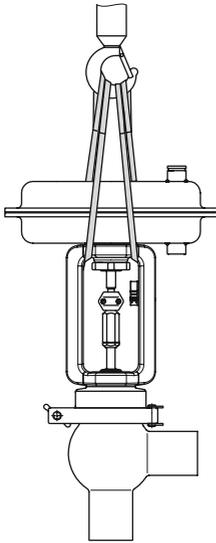
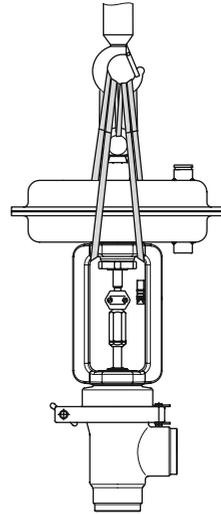
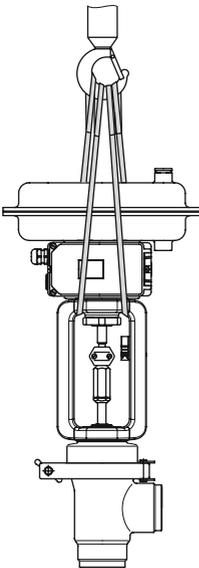

Bild 4-1: Typ 3347 mit Typ 3271 ohne Hebeöse
Bild 4-2: Typ 3347 mit Typ 3271 mit Hebeöse
Bild 4-3: Typ 3347 mit Typ 3277 ohne Hebeöse
- 1. Mit Antrieb Typ 3271/3277 oder Typ 3372:** Zwei Hebeschlingen vorsichtig um den Flansch führen und am Tragmittel des Krans oder Gabelstaplers anschlagen (vgl. Bild 4-1, Bild 4-2 und Bild 4-3). Sicherstellen, dass die Antriebsstange und Anbaugeräte nicht beschädigt werden.
Bei Antriebsausführungen mit Hebeöse eine zusätzliche Hebeschlinge an der Hebeöse des Antriebs und am Tragmittel des Krans oder Gabelstaplers anschlagen (vgl. Bild 4-2).